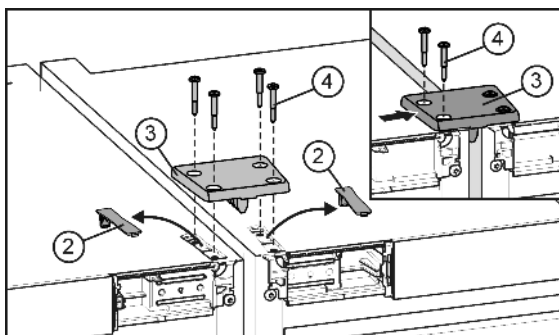

Fig. 5
- ▶ Liberare le coperture Fig. 5 (2) e togliere.
- ▶ Appoggiare la piastra di collegamento Fig. 5 (3) e fissare leggermente ad un apparecchio con due viti Fig. 5 (4).